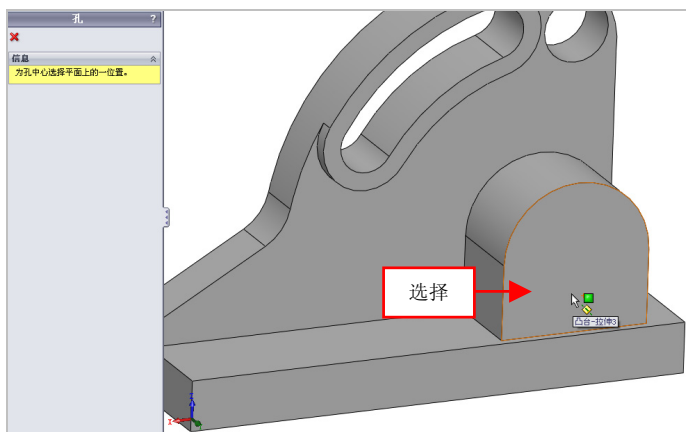

图 14-50 选择孔放置面
(7) 单击菜单栏中的【插入】|【特征】|【孔】|【简单直孔】命令, 弹出【孔】属性管理器, 选择合适的面为孔放置面, 如图 14-50 所示。